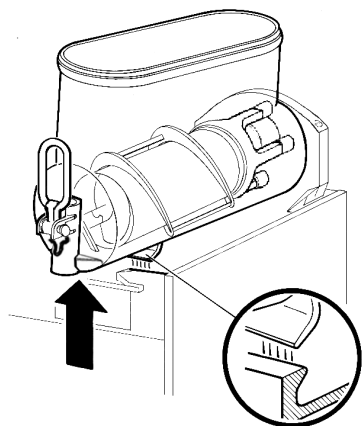
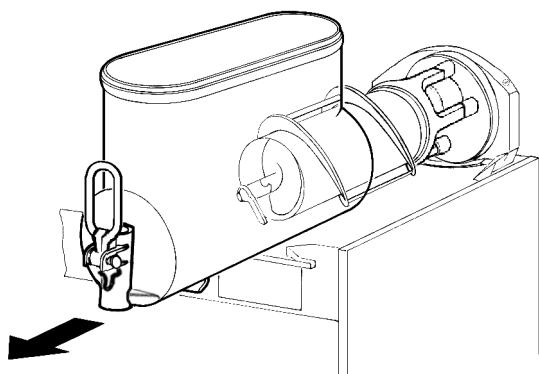

figura 6
figura 7
- 2 Desmontar el contenedor empujando ligeramente la parte inferior (lado grifo) hacia arriba para dejar libres los ganchos inferiores (ver figura 6) y luego quitarlo por adelante (ver figura 7).